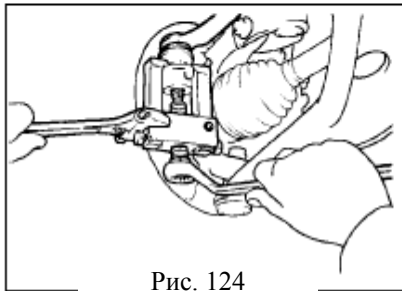

Рис. 124
(1) Отсоедините шплинт и гайку
(2) С помощью съёмника шаровых шарниров, выпрессуйте шарнир рулевой тяги из поворотного кулака.(рис. 124)